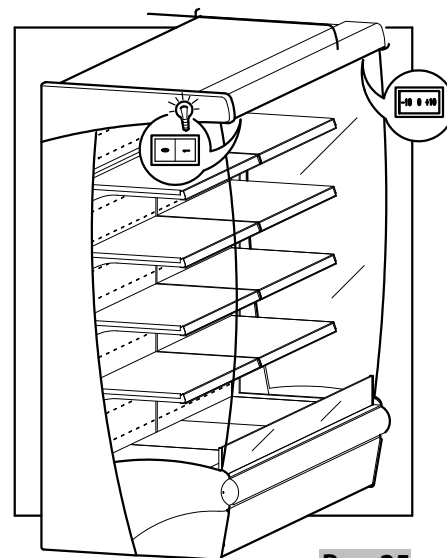

Рис. 25
- Ввести вилку в розетку и включить выключатель света и двигателя, смонтированный под декоративной панелью (Рис.25).
- По истечению примерно 3-х часов, после включения прилавка, можно приступить к его заполнению, расположенный внутри прилавка термометр (Рис. 25) обозначит рабочую температуру.